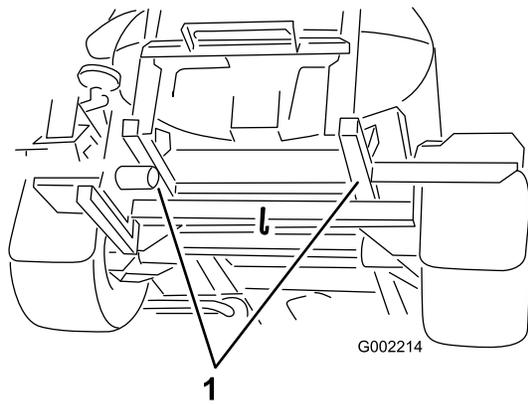

Bild 54
2. Bringen Sie eine Schleppleine am Rahmen an, siehe Abschleppstellen vorne und hinten in Bild 53 und Bild 54.